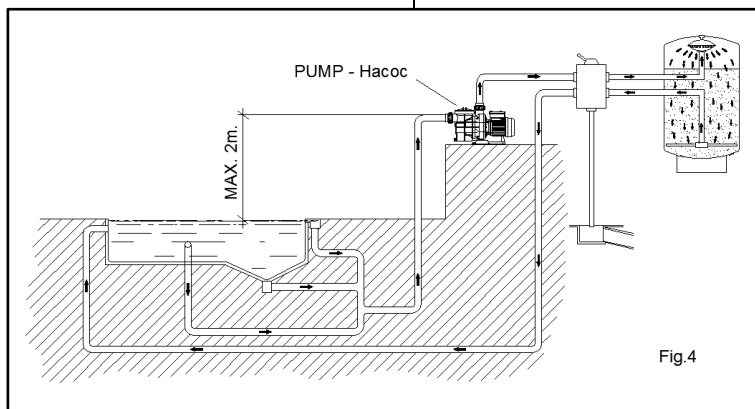

Fig.4
- If you have to install a pump model "self-priming" above water level, the difference in height should not exceed 2 meters (Fig. 4), ensuring that the suction pipe is as short as possible as, a longer pipeline increases the suction time and the loss of head of the installation.
- При необходимости установки "самозаливного" насоса выше уровня воды разность по высоте не должна превышать 2 метра (Рис. 4), при этом приемная труба насоса должна быть максимально короткой во избежание увеличения времени всасывания и потерь давления в насосной установке.